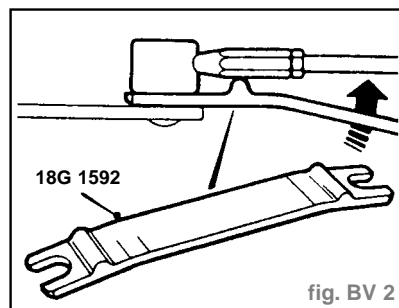

fig. BV 2
- En utilisant l'outil **18G 1592**, dégager la rotule de timonerie de sélection de vitesses du levier sélecteur (fig. BV. 2).